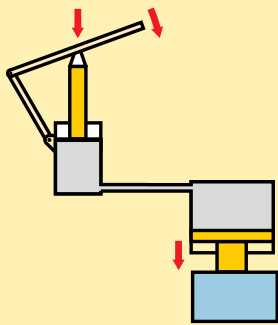

Figure 1: Principe de fonctionnement d'un dispositif de bridage hydraulique.
1.1 Dispositif de bridage hydraulique simple (Figure 1).